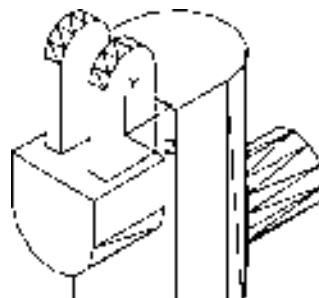

图 10-136 差集处理一
单击“实体编辑”工具栏中的“差集”按钮⑪，在视图中减去长方体，差集消隐后结果如图 10-136 所示。